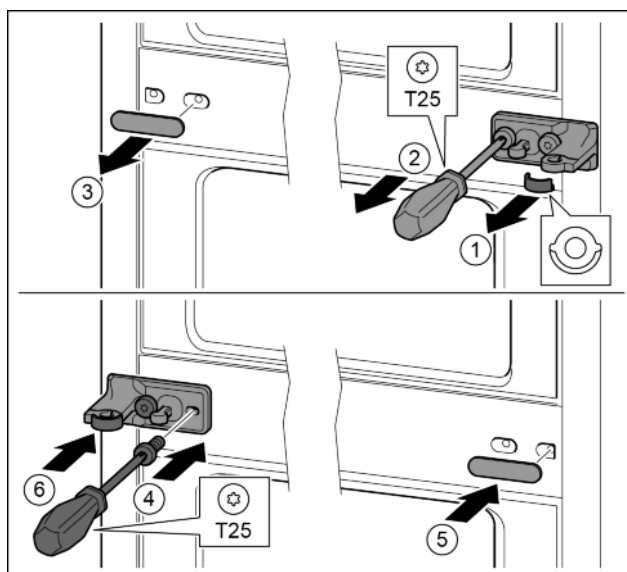

Fig. 28
- ▶ Zdjąć podkładkę. Fig. 28 (1)
- ▶ Śruby wykręcić przy pomocy śrubokręta T25. Fig. 28 (2)
- ▶ Ostrożnie zdjąć osłonę. *Fig. 28 (3)*
- ▶ Płytkę zawiasu wraz z folią obrócić o 180° przykręcić z drugiej strony. *Fig. 28 (4)*
- ▶ Osłonę obrócić o 180° założyć z drugiej strony. *Fig. 28 (5)*
- ▶ Podkładkę wsunąć od przodu. *Fig. 28 (6)*